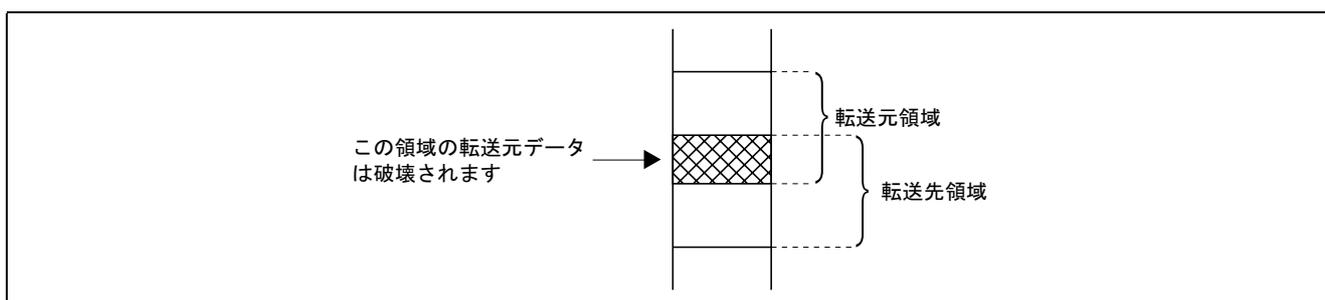

図2 データが重なる場合のブロック転送
- a. 転送元領域と転送先領域が重ならないように入力引数を設定してください。転送元領域と転送先領域が重なった場合、図2に示すように、重なった部分の転送元領域のデータは破壊されます。